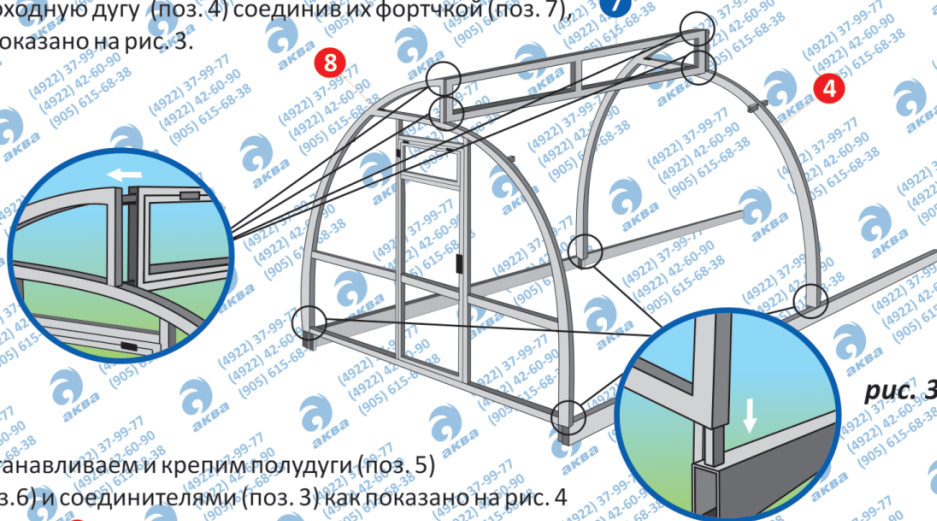

рис. 3
4. Устанавливаем и крепим на штыря основания цельносварной торец (поз. 8) и проходную дугу (поз. 4) соединив их форточкой (поз. 7), как показано на рис. 3.